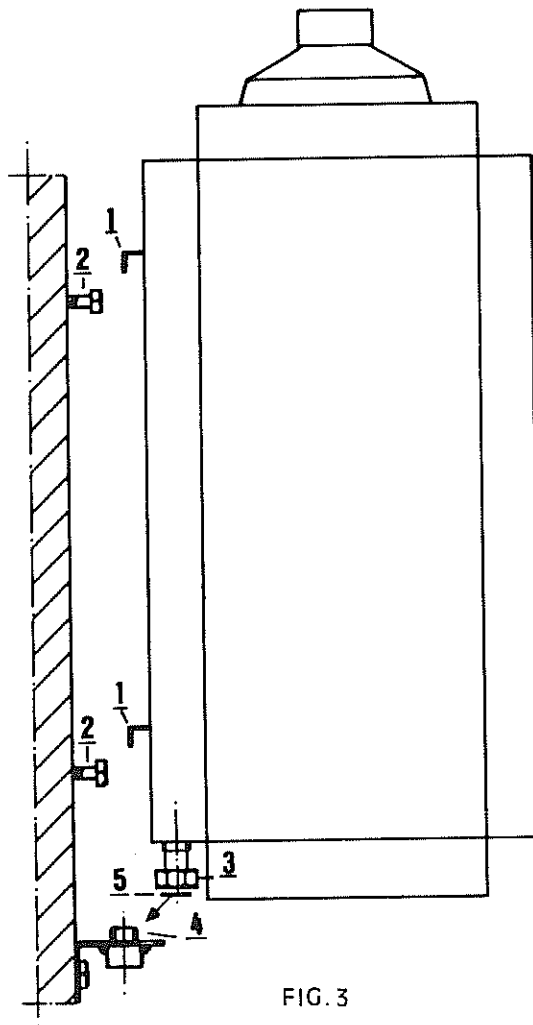

FIG. 3
d) mise en place de la chaudière (fig. 3) :
- dégager les pattes de fixation (1) de l'emballage
- laisser la chaudière entièrement emballée et poser les pattes de fixation (1) sur les têtes des tire-fonds (2)
- déballer la chaudière et serrer les tire-fonds (2)
- fixer les flexibles (3) aux raccords (4) du gabarit de montage. Attention, ne pas oublier d'intercaler les joints (5).
d) ophanging van de ketel (fig. 3) :
- de vasthechtingsbeugels (1) vrij maken
- de ketel geheel verpakt later en de vasthechtingsbeugels over de koppen van de schoefbouten (2) plaatsen
- de verpakking van de ketel verwijderen en de schroefbouten (2) aanspannen
- de buigzame leidingen (3) aan de aansluitstukken (4) vastmaken. Opgepast, de dichtingsringen (5) ertussen niet vergeten.